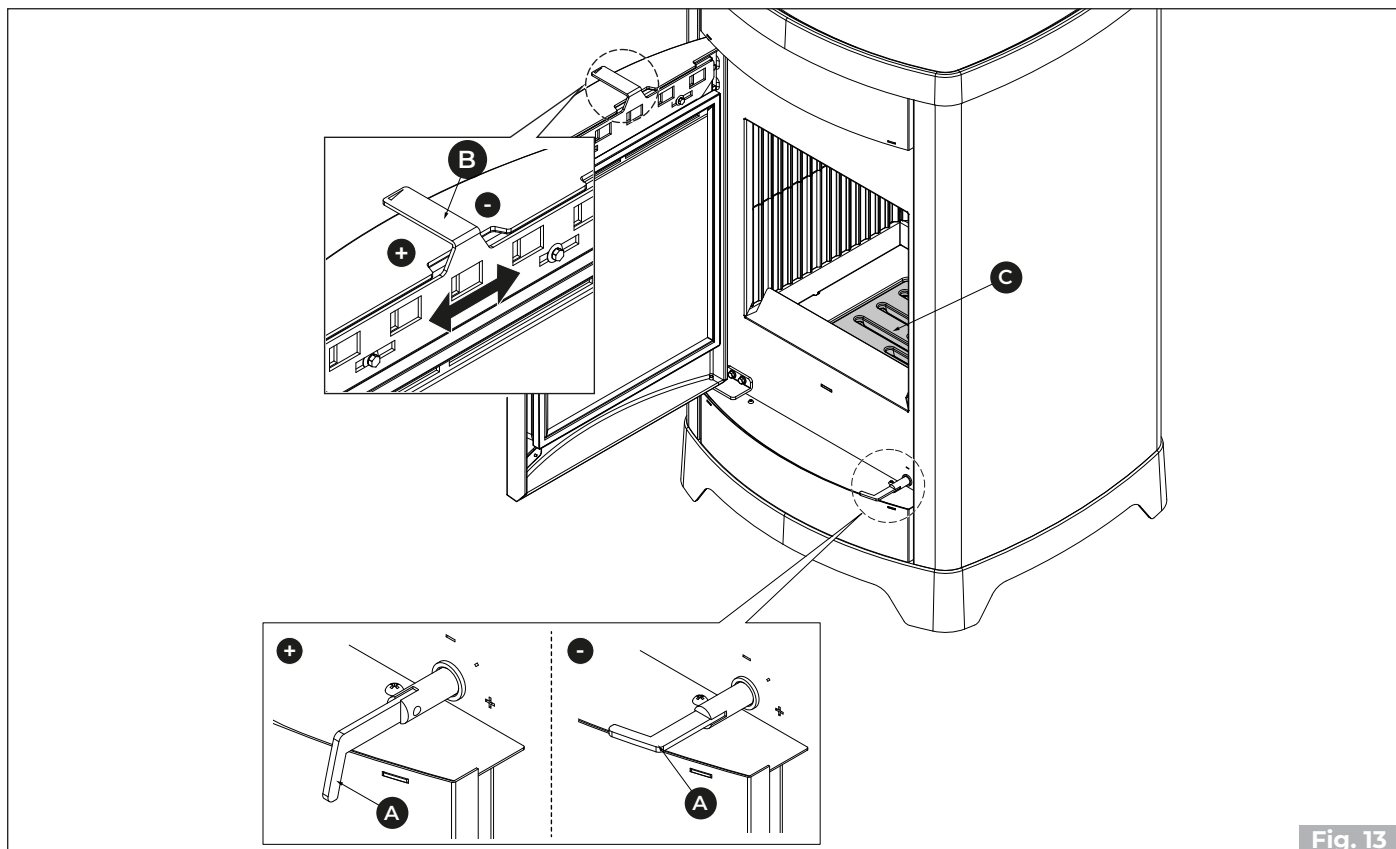

Fig. 13
- Poser avec précaution les morceaux de bois sur la grille du foyer (**C**) (**Fig. 13**).
La combustion se règle au moyen du registre d'air (A) (Fig. 13). En le tournant vers les symboles (+) ou (-), il est possible d'obtenir un flux d'air comburant plus ou moins important et donc une combustion plus rapide ou plus lente.